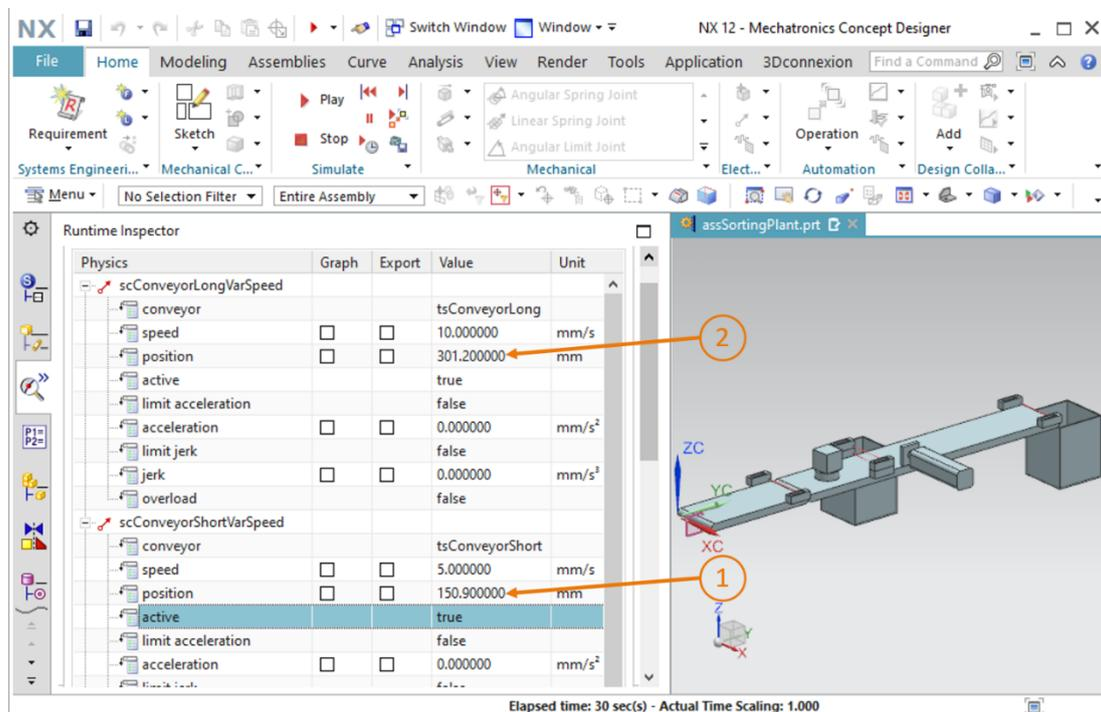

Figure 47 : Simulation des régulateurs de vitesse dans MCD
- Modifiez le signal **actif** du régulateur "**scConveyorShortVarSpeed**" à la valeur "**true**". La bande transporteuse se déplace maintenant à une vitesse de 5 mm/s, comme spécifié. Vous pouvez également le vérifier dans le champ "Position" qui est mis en évidence à la Figure 47, étape 1
- Testez le même comportement avec les régulateurs de vitesse de la bande transporteuse "**conveyorLong**". Vous pouvez vous attendre à un résultat similaire. Surveillez également les changements de position dans chaque cas, comme indiqué à titre d'exemple à la Figure 47, étape 2